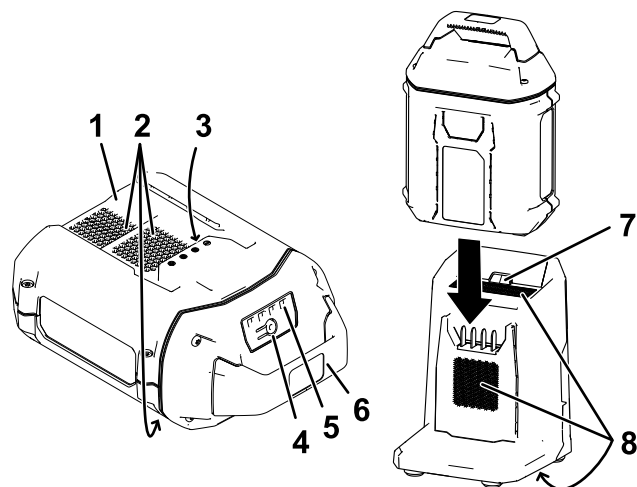

Figure 19
2. Alignez le creux de la batterie (Figure 19) sur la languette du chargeur.
3. Insérez la batterie dans le chargeur jusqu'à ce qu'elle soit complètement enclenchée (Figure 19).